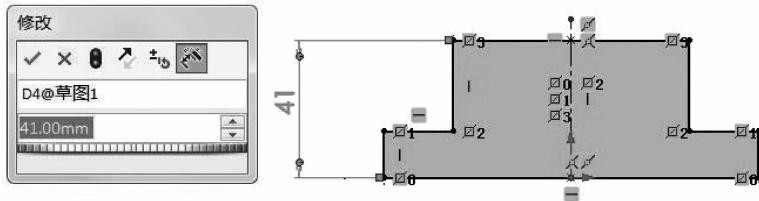

图 1-21 【修改】对话框
①单击【智能尺寸】按钮 D ,完成某个尺寸标注(如“41”)的同时弹出【修改】对话框,如图 1-21 所示。
① “镜向”的正确说法为“镜像”。